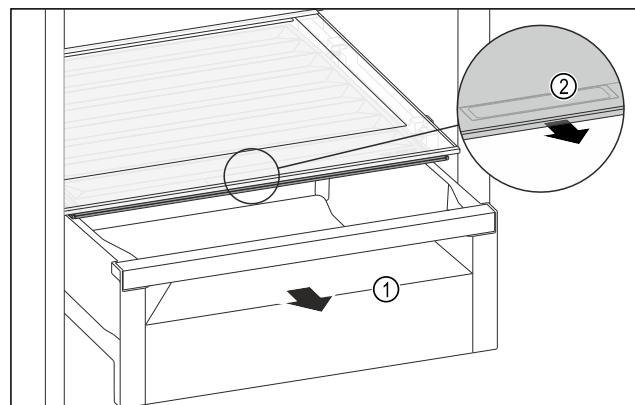

Fig. 108
- Schubfach *Fig. 108 (1)* herausziehen.
► Griffmulde *Fig. 108 (2)* am Fachdeckel anfassen und Fachdeckel gleichzeitig nach vorne ziehen.